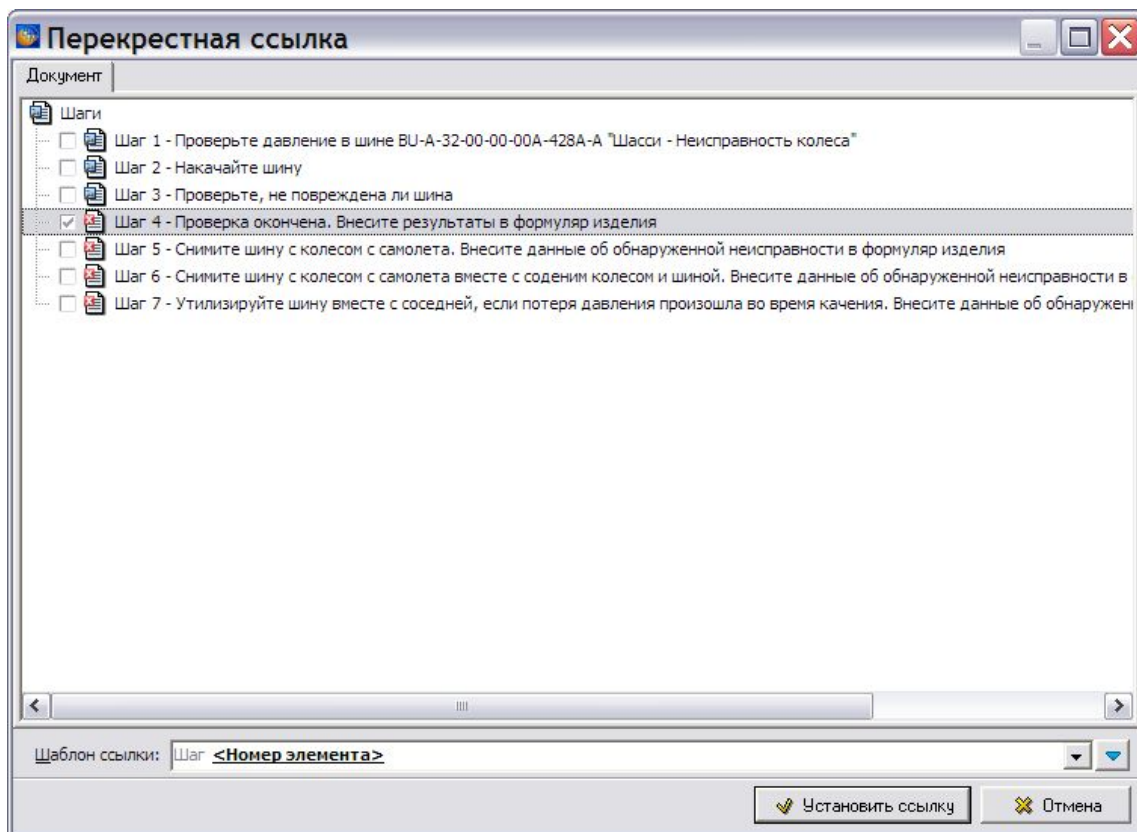

Рис. 6.33
9. В поле **Текст ответа** введите вариант ответа – «От 950 КПа до 1000 КПа». Для установки ссылки на шаг, описывающий последующие действия, нажмите на кнопку **Установить ссылку на шаг**  справа от поля **Ссылка на шаг**. При этом откроется диалоговое окно **Перекрестная ссылка** (Рис. 6.33).